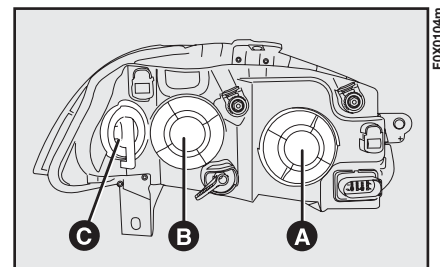

fig. 123
- rimuovere il coperchio A-fig. 123 per sostituire la lampada anabbaglianti oppure B per sostituire la lampada abbaglianti;
- rimuovere il coperchio C-fig. 123 facendolo ruotare in senso orario;
- rimuovere il coperchio B-fig. 123 facendolo ruotare in senso antiorario;